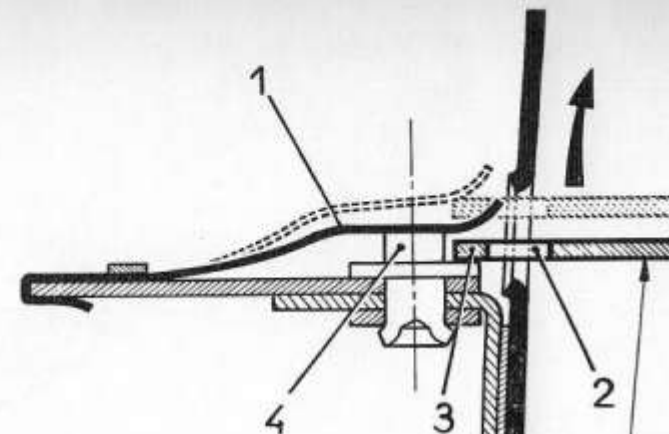
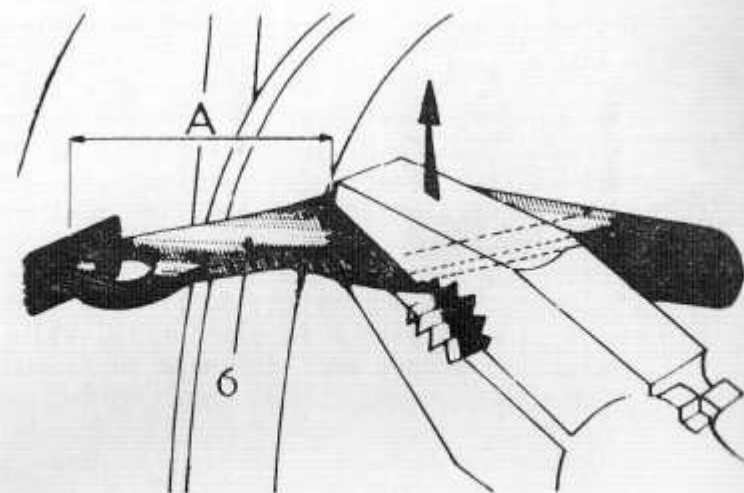

Fig. 55
Fig. 59
844 - REMPLACEMENT d'un TIRANT de PORTE, (AVANT ou ARRIERE) (Fig. 55 à 59)
Saisir le tirant avec une pince plate côté porte (Fig. 59). Soulever en exerçant une pression suffisante pour que le tirant lève la lame ressort (1) tout en ouvrant doucement la porte pour faciliter le dégagement du tirant de son pivot (4).
S'asseoir sur le siège de la voiture et saisir le tirant avec une pince plate (Fig.59) à une distance A (de 45 à 50 m/m) de l'extrémité du tirant. Approcher doucement la porte jusqu'à ce que l'extrémité (3) du tirant soit sous la lame-ressort (1). Soulever le tirant d'une pression suffisante pour soulever également le ressort (1) (Fig. 55)